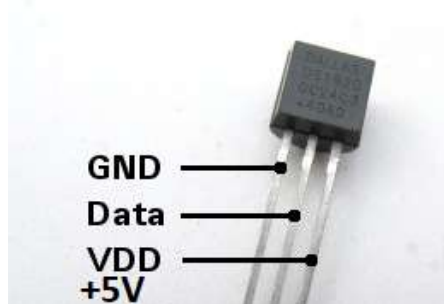

Рис. 4.9 – Призначення виводів датчика температура DS18S20
1. Скласти макет згідно завданню (рис. 4.9).